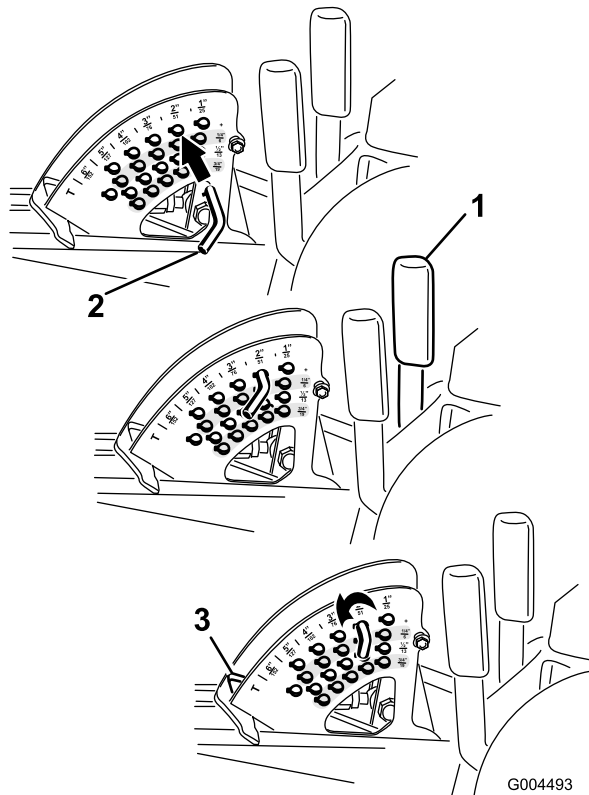

Figure 22
Remarque: Pour bloquer le tablier de coupe en position relevée, levez le tablier au-delà de la position 15 cm (6 po), retirez la goupille de butée de hauteur de coupe (voir Réglage de la hauteur de coupe), et placez-la à la position 15 cm (6 po) (Figure 22).
1. Lorsque le moteur tourne, repoussez le levier de commande du tablier de coupe en arrière jusqu'à ce que le tablier soit complètement relevé puis **relâchez immédiatement le levier** (Figure 22).
2. Pour régler la hauteur de coupe, tournez la goupille de butée jusqu'à ce que la goupille cylindrique située à l'intérieur soit alignée sur les trous du support de hauteur de coupe et déposez-le (Figure 22).
3. Placez la goupille dans le trou du support correspondant à la hauteur de coupe voulue et tournez-la pour la verrouiller en place (Figure 22).
Remarque: Il y a quatre rangées de trous (Figure 22). La première rangée donne la hauteur